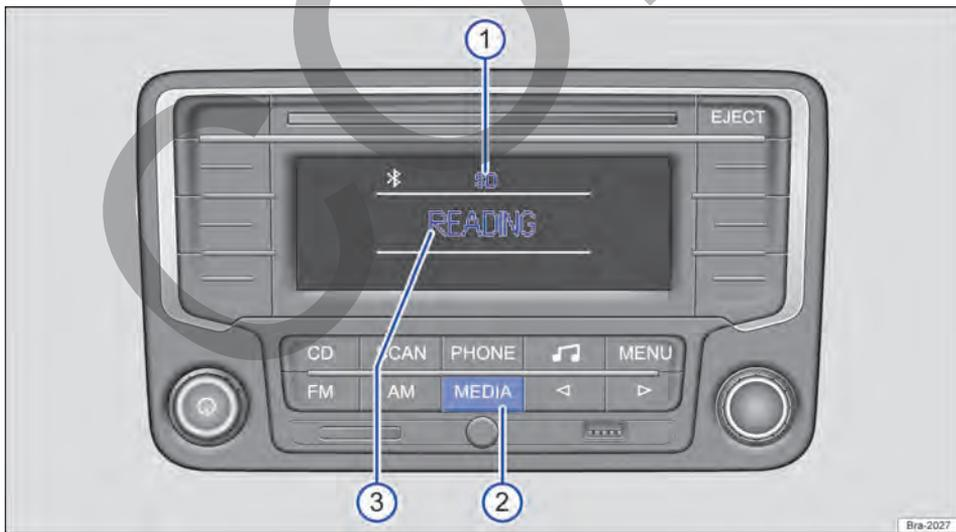
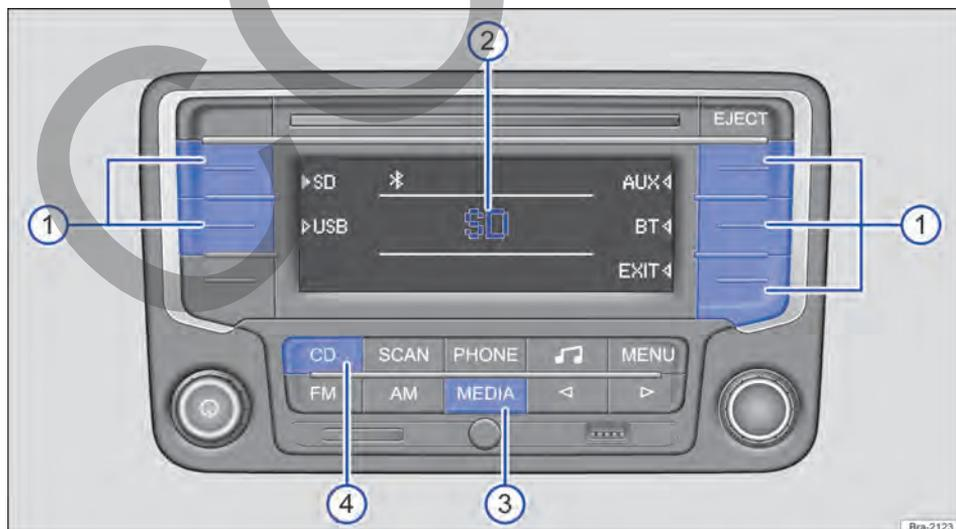

Fig. 161 Ejemplo de visualización en el modo Media: la radio lee archivos desde una tarjeta SD. ►
Fig. 162 Ejemplo de visualización en el modo Media: continua la reproducción de la última fuente de medios, están disponibles otras fuentes de medios.
En el modo Media se pueden seleccionar y controlar diferentes fuentes de medios. Para cambiar al modo de medios, pulse brevemente la tecla del equipo **MEDIA** → fig. 161 ②.
Si la última fuente de medios sintonizada todavía está conectada, la reproducción de esa fuente continuará automáticamente y, al cambiar al modo de medios, aparecerá brevemente en el centro del display → fig. 162 ②.
En el modo de medios de reproducción, la fuente de medios seleccionada siempre aparecerá en la parte superior central del display → fig. 161 ①.
Todas las fuentes de medios disponibles → pág. 183, *Seleccionar las fuentes de medios* se muestran en el lateral del display → fig. 162. En algunas situaciones de reproducción, por ejemplo, mientras la radio lee una fuente de medios, no están disponibles otras fuentes de medios → fig. 161.
En el centro del display se muestra el estado actual de la fuente de medios, por ejemplo, **READING**, cuando la radio lee una fuente de medios → fig. 161 ③, información sobre la pista → pág. 186 o mensajes de error:
Inicie el modo Media → pág. 182, *Menú principal MEDIA*. Si la última fuente de medios sintonizada todavía está conectada, la reproducción de esa fuente continuará automáticamente y, al cambiar al modo de medios, aparecerá brevemente en el centro del display → fig. 162 ②.
En los laterales del display se muestran todas las fuentes de medios disponibles → fig. 162. Seleccione la fuente de medios deseada de la siguiente manera:
- Pulse brevemente la tecla de función programada con la fuente de medios deseada → fig. 162 ①.
- **O:** presionar la tecla del equipo **[MEDIA]** tantas veces como sea necesario hasta que aparezca la fuente de medios (excepto CD) → fig. 162 ③.
- **O:** presionar la tecla del equipo **[CD]** para reproducir un CD del lector interno de CD → fig. 162 ④.